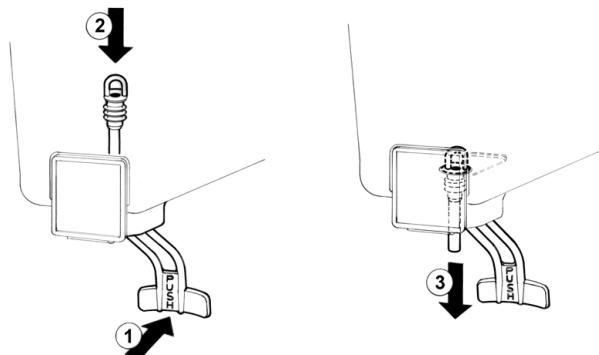

Bild 5
- 2 Ausschlauchventil:** den Betätigungshebel des Ventils drücken (1) und den Ausschlauch in den Behälter einfügen (2). Am unteren Ende des Ausschlauchs leicht nach unten ziehen (3) bis er genau sitzt (Bild 5).